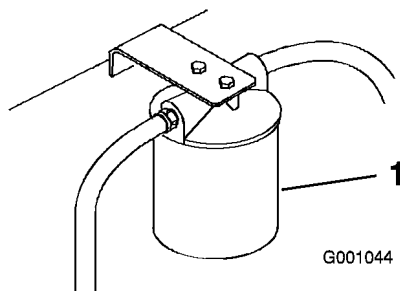

Figure 52
3. Placez un bac de vidange sous le filtre, retirez le filtre usagé et essuyez la surface du joint de l'adaptateur (Figure 52).